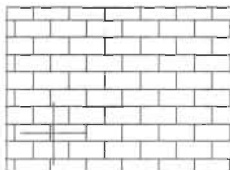

图 7-10
(3) 单击“图案填充和渐变色”对话框中的“添加:拾取点”按钮,回到绘图区域,当鼠标移动到填充区域时,AutoCAD 会自动在填充区域显示出图案填充的效果,鼠标左键在矩形内单击(表示图案将要填充到矩形区域内),然后按 Enter 键确认,如图 7-10 所示。